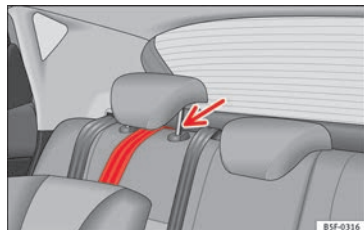

Fig. 80 Sangle de fixation : réglage et montage corrects.
- Dirigez la sangle de fixation du Top Tether sous l'appuie-tête de la banquette arrière » **fig. 80** (soulevez l'appuie-tête si nécessaire).